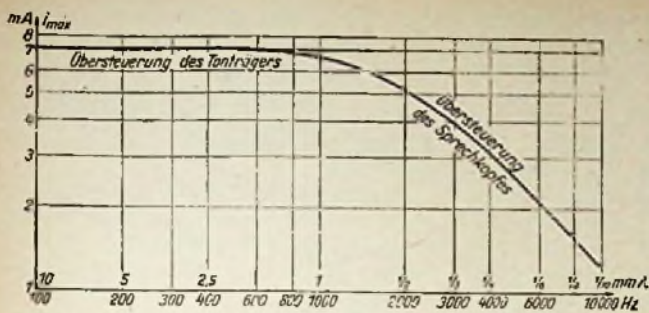

Abb. 4. Größter unverzerrt aufgezeichneter Sprechstrom bei $v = 100$ cm/sec
Da infolge des verwendeten Sprechkopfkern-Werkstoffes und durch die Charakteristik des Tonträgers die Werte von a , J_m ebenso wie die Arbeitsgeschwindigkeit v von vornherein festliegen, erkennt man aus dieser Gleichung, daß von der Grenzfrequenz f_1 ab der Sprechstrom i_{\approx} proportional mit der Frequenz abfallen muß, da sonst Verzerrungen bei der Aufzeichnung auftreten. Von dem durch Gleichung (1) gegebenen Wert von f_1 bzw. i_{\approx} ab liegt also eine Übersteuerung des Tonträgers durch die besondere Art der Magnetisierung vor dem Spalt des Sprechkopfes vor, welche die unverzerrte Aussteuerung der hohen Frequenzen begrenzt, während die unverzerrte Aussteuerung der Tiefen allein durch die magnetischen Eigenschaften des Tonträgers, d. h. also durch die Länge des geradlinigen Teils sowie durch die Steilheit seiner Hystereseschleife, begrenzt ist. Trägt man nun die größten unverzerrt aufgezeichneten Sprechströme als Funktion der Frequenz auf, so gelangt man zu Bild 4, aus dem die geschilderten Zusammenhänge deutlich ersichtlich sind.
weise in dem Bereich zwischen 500 und 2000 Hz auftreten und daß die Amplituden nach höheren Frequenzen zu in der Regel mindestens ebenso steil abfallen wie die Grenzkurve der zulässigen Aussteuerung in Bild 4.